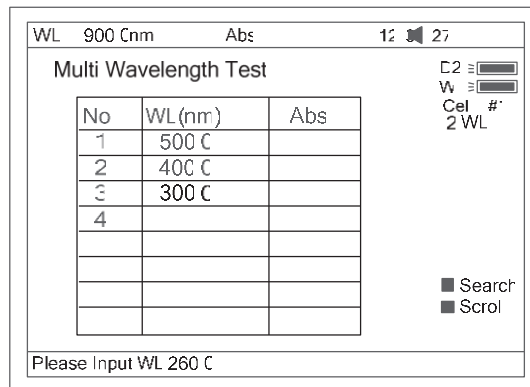

Fig 68
1. Pulse **F1** para configurar un grupo de LO para el ensayo, usando el teclado numérico y a continuación **ENTER**. Pulse \wedge o \vee para modificar los datos introducidos (Fig. 68). Pulse **ESC** para finalizar la configuración y salir.